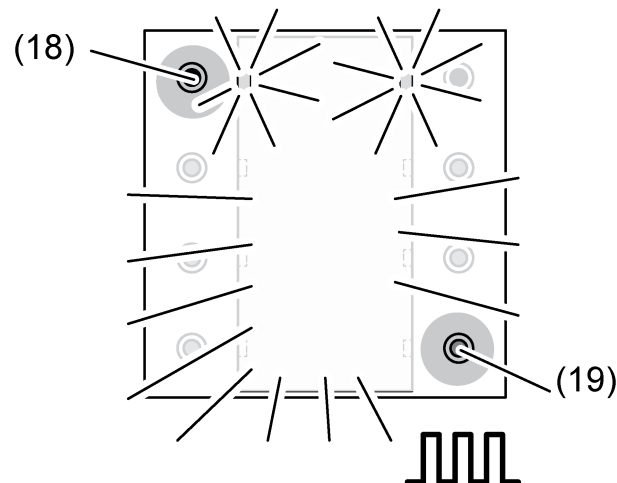

Bild 6: Betätigungspunkte zur Aktivierung des Programmiermodus
- Programmiermodus aktivieren. Dazu am Stetigregler-Modul den Betätigungspunkt oben links (18) drücken und gedrückt halten (Bild 6). Dann zweiten Betätigungspunkt unten rechts (19) drücken.